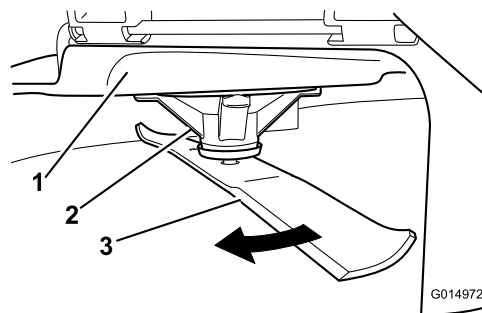

Bild 61
2. Tragen Sie dicke Handschuhe oder andere angemessene Handschuhe und drehen Sie das Messer langsam in eine Stellung, in der das Messen des Abstands zwischen der Schnittkante und der ebenen Fläche der Maschine möglich ist (Bild 61).